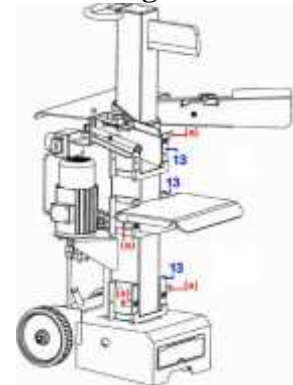

Fig.11
1. Allentare i ganci di bloccaggio su entrambi i lati delle piastre di fissaggio (13) (vedi Fig.11 riferimento (a)).
4. Fissare il tavolo con i ganci di bloccaggio (Fig.11-(a)).